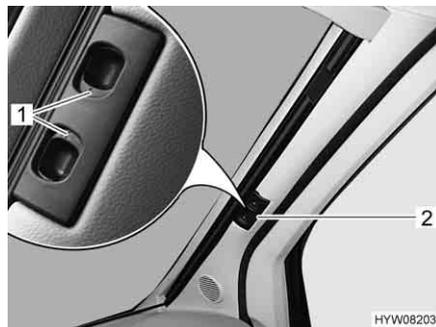

Bild 65 Faltschirm für die Frontscheibe
- Entriegelungsgriffe (Bild 65,1) zusammendrücken und gedrückt halten.
- Die Faltschirm für die Frontscheibe am Griff (Bild 65,2) zur Fenstermitte hin ziehen.
- Die beiden Hälften der Faltschirm für die Frontscheibe am Griff (Bild 65,2) bis zum Anschlag nach außen schieben. Griff dabei auf die Höhe der Verriegelungsaussparung anheben.
- Entriegelungsgriffe (Bild 65,1) loslassen und einrasten lassen.